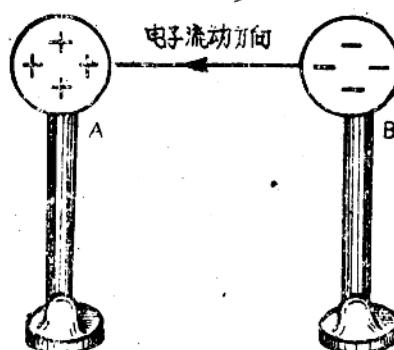
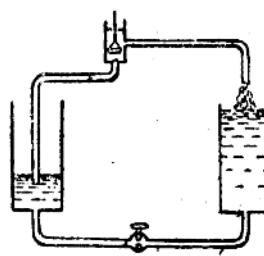

图1.14(2) 在电位差的作用下产生了电流
图1.15 以抽水机保持住容器中的水位差，水就不断地沿管子流动
2.电动势。是維持电位差的一种力量，用 E 代表。图1.14(2)中兩导体間的电压并不能长久地維持电流通过，因为正负电很快的中和以后，电位差也就沒有了。为了使电流維持不断，必須使兩导体之間始終維持一定的电位差。正如要維持图1.15的水管中的水流，必須用抽水机不断地将水从左边抽到右边，使左右兩端始終保持一定的水位差。同样，要維持图1.14(2)中左右兩导体的电位差，必須用外力不断地将左边的负电荷移到右边。这种維持电位差的设备叫做电源。电源能产生一定的电动势，因而能維持导体中的电流。